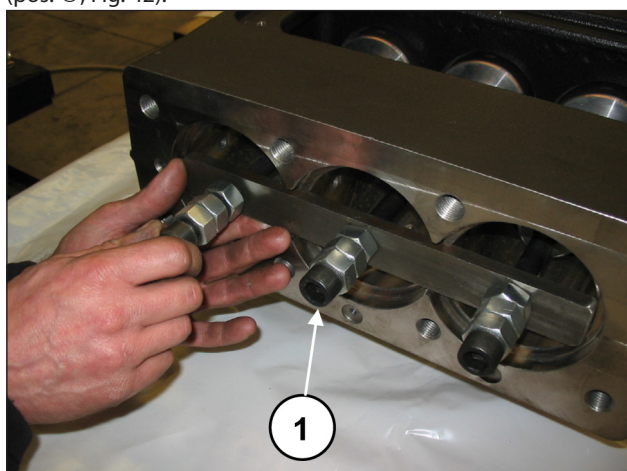
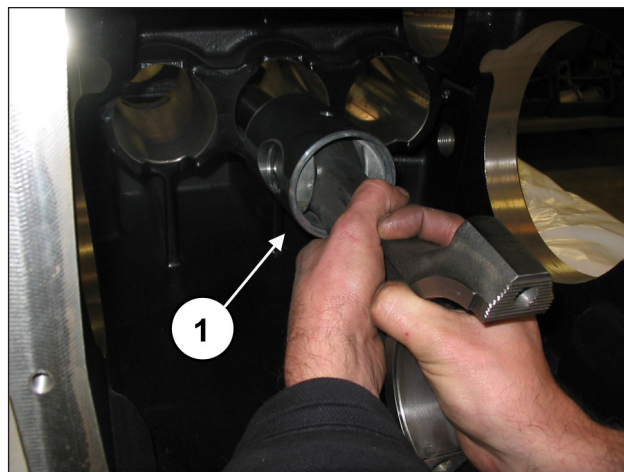
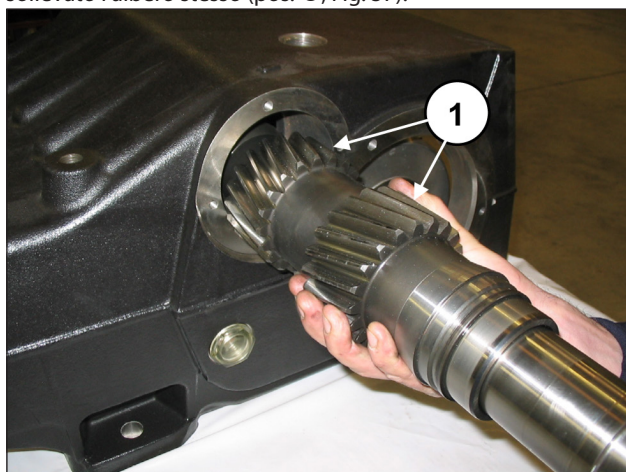

Fig. 41
Fig. 42
Fig. 56
Procedere a svitare le viti dell'attrezzo cod. 27566200 per sbloccare le bielle (pos. ①, Fig. 41) e successivamente estrarre i gruppi biella-guida pistone dall'apertura posteriore del carter (pos. ①, Fig. 42).
Dopo aver verificato la perfetta pulizia del carter inserire il gruppo semibiella-guida pistone all'interno delle canne del carter (pos. ①, Fig. 42).
Bloccare i tre gruppi utilizzando l'apposito attrezzo cod. 27566200 (pos. ①, Fig. 41).
Rimuovere l'attrezzo per il bloccaggio delle bielle cod. 27566200 (pos. ①, Fig. 41) e far scorrere le bielle all'indietro fino ad arrivare a contatto con l'albero a gomiti. Inserire l'albero PTO premontato all'interno del carter (pos. ①, Fig. 56) inserendolo dalla parte opposta a quella in cui sono stati premontati l'anello esterno del cuscinetto e la bussola di lubrificazione cuscinetti.
L'inserimento dell'albero PTO nel carter deve essere effettuato in modo che la dentatura risulti orientata come in Fig. 56.